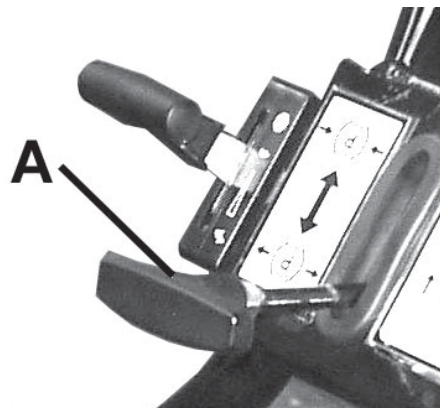

Fig. 6.3
6.3 LEVA DI RILASCIO DEL FRENO (A FIG. 6.3)